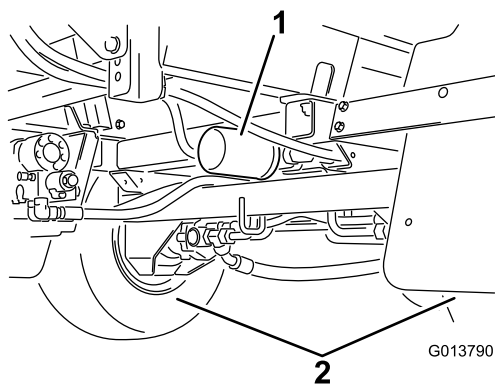

図 92
2. 車体についている 2 つの油圧フィルタを両方とも取り外す 図 91 と 図 92。